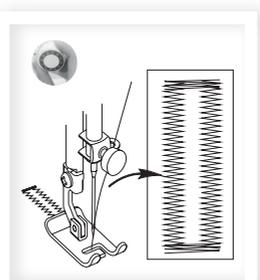

fig.4
Selecione o ponto número (11) novamente e faça o outro lado da casa (**fig. 4**).